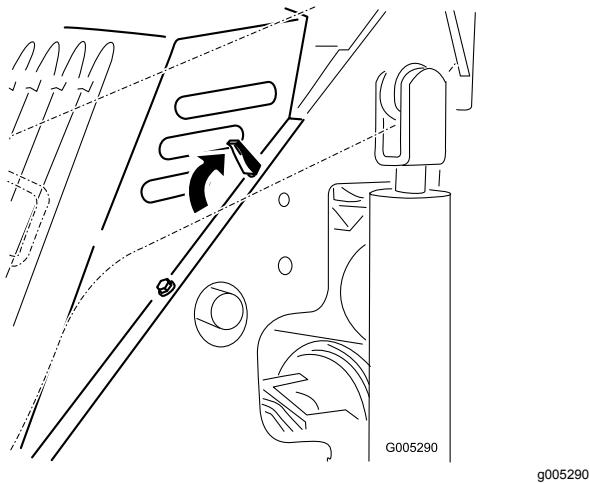

Рисунок 17
4. Освободите 4 фиксирующих лепестка (Рисунок 17).
- Расположите капот над рамой машины так, чтобы штыри капота вошли в отверстия рамы (Рисунок 17).
- Закрепите капот, задвинув фиксирующие лепестки вперед и вниз (Рисунок 17).